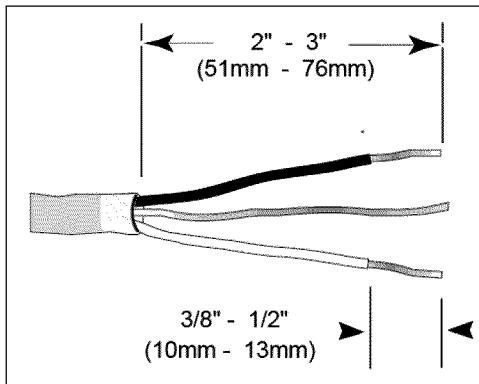
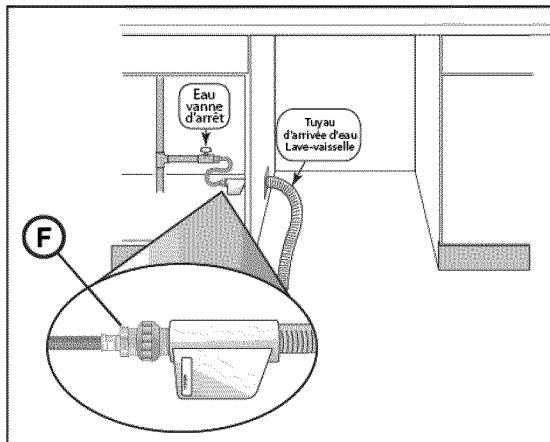

Figure 7
Figure 8
2. Enlever 2 à 3 po (51 à 76 mm) de la gaine extérieure du câble d'alimentation résidentiel ou in-situ comme indiqué sur la **Figure 8**. Enlever 3/8 à 1/2 po (10 à -13 mm) de l'isolant de chaque fil comme indiqué sur la **Figure 7**.
3. Introduire le fil de cuivre dénudé ou vert (mise à la terre) sur le conducteur de terre « G »  du bloc de bornes et visser solidement la vis du bornier (voir **Figure 7**).
REMARQUE : l'extrémité du tuyau d'alimentation du lave-vaisselle est lourde et doit être supportée. Il convient de déposer l'extrémité du tuyau sur le plancher de l'armoire comme indiqué sur la **Figure 8**.